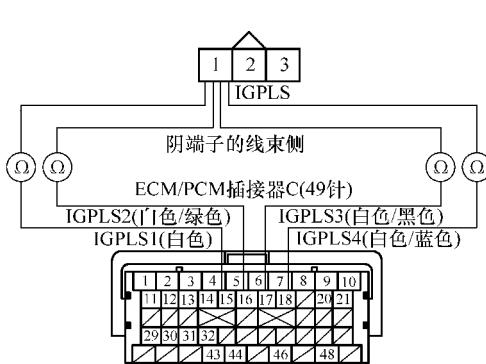

图 4-30 测试点火线圈与 ECM/PCM 电路
8) 如图 4-30 所示, 检查相应的点火线圈 3 针插接器 1 号端子和故障气缸相应的 ECM/PCM 插接器端子之间是否导通。